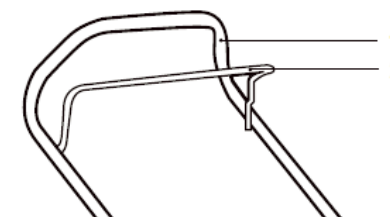

Fig. 11
1. Tirer la barre de freinage (2) contre la poignée (1) et la maintenir dans cette position pendant le démarrage du moteur. Continuer à la serrer pendant l'utilisation (Fig. 11).
2. Relâcher la barre de freinage (2) pour arrêter le moteur.